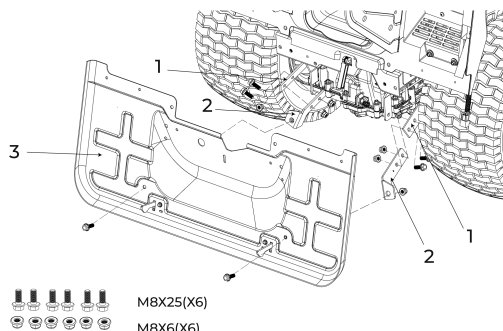

Рис. 7
### 6.6. Установка компонента I заднего экрана (рис. 7)
- Установите 2 кронштейна (рис. 7, поз 2) на раму (рис. 7, поз 1) с помощью 4 болтов (M8x25) и 4 гайки (M8).
- Установите заднюю панель (рис. 7, поз 3) на кронштейн с помощью 2 болтов (M8x25) и 2 гайки (M8).